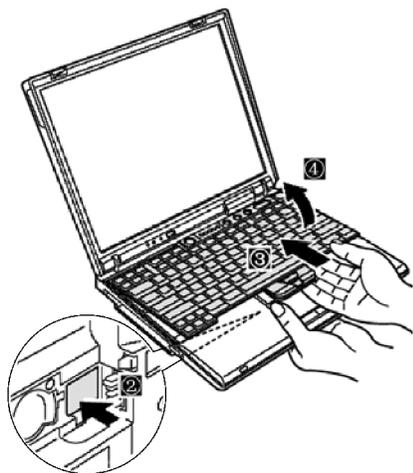

图 2-68 用塑料片将键盘挑起
2) 如图 2-68 所示,用削尖的充值卡等塑料片按箭头“②”方向将键盘挑起,然后按箭头“③”、“④”方向轻轻用力取出键盘。